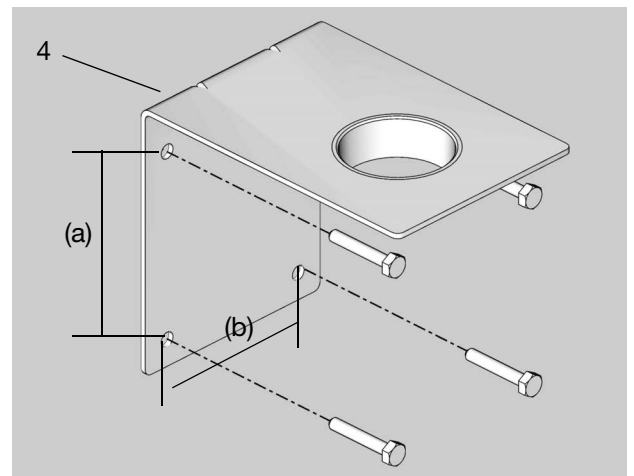

図 5
1. 壁ブラケット(4)をテンプレートとして使用し、壁にマークを付けてドリルで穴を開けます (図 5)。
2. 壁ブラケットとポンプを壁に固定するのに十分に長い4つのネジ(ユーザー提供)を使用して、ブラケット(4)を壁に取り付けます (図 5)。